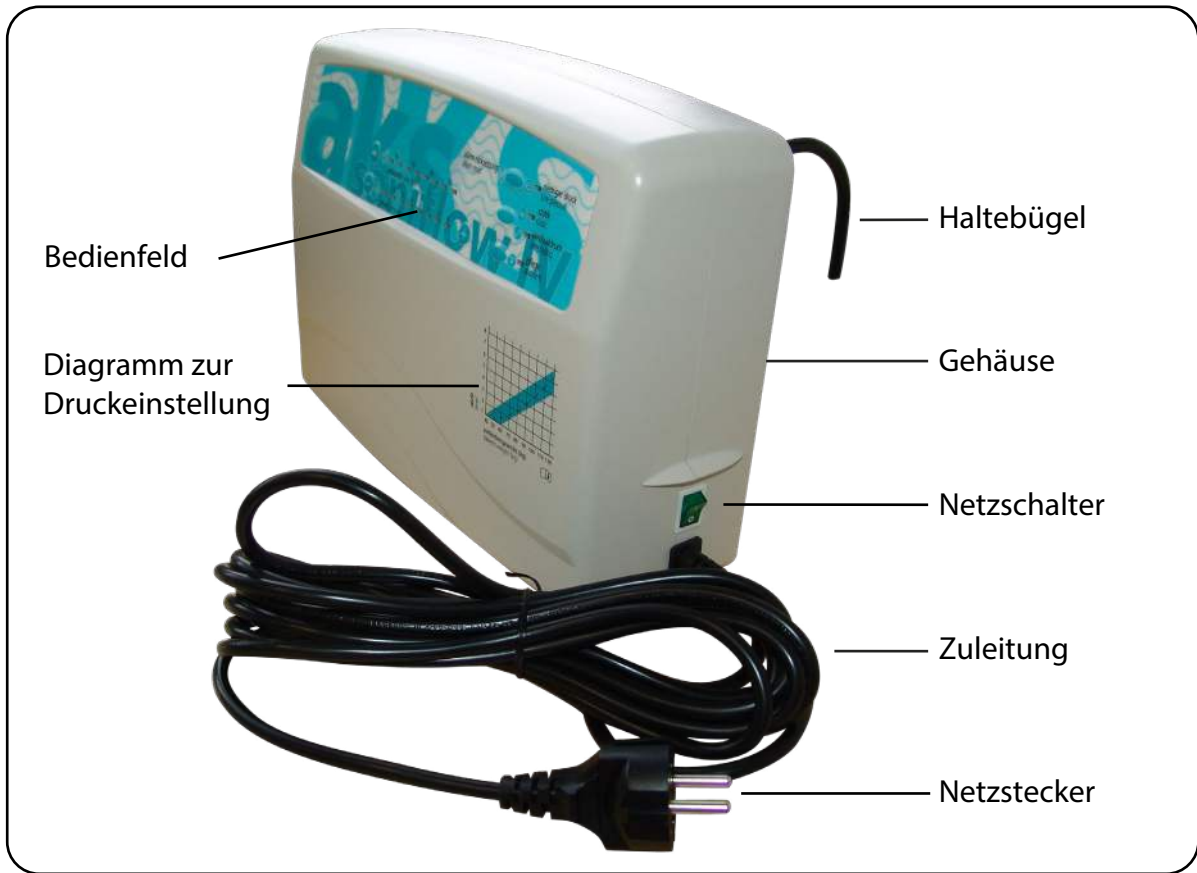
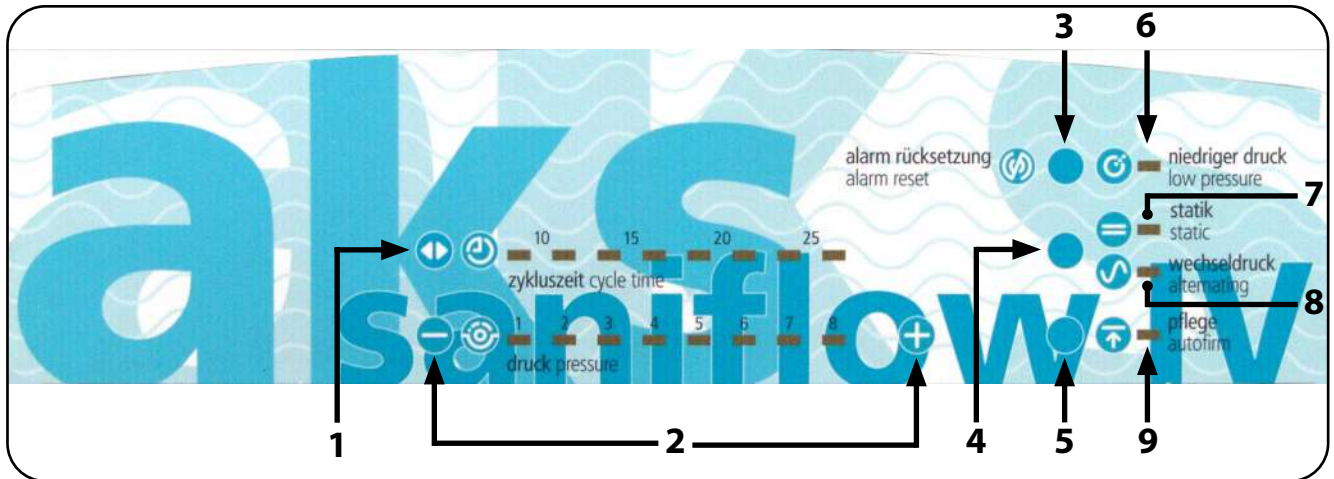
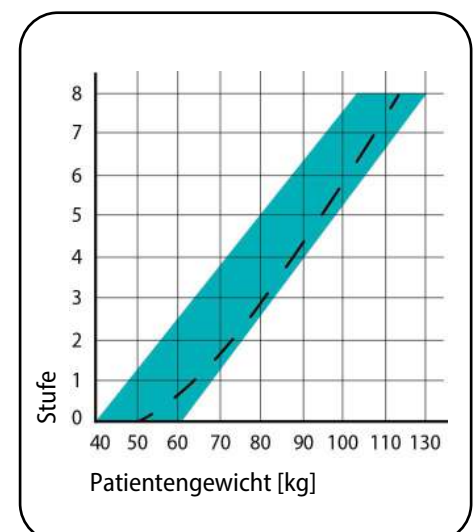

Abb. 5.01 - Aggregat Frontansicht
Abb. 5.1.01 - Bedienfeld saniflow® IV Aggregat
Abb. 8.1.01 - Einstellung Leistungsstufe
Über zwei Druckregeltasten („+“ und „-“) auf dem Bedienfeld des Aggregates (Abb. 5.1.01) wird der Fülldruck im Verhältnis zum Patientengewicht nach einem Diagramm (Abb. 5.01 und Abb. 8.1.01) als Richtwert eingestellt. Die Einstellung ist dabei stufenweise in 8 Stufen möglich. Durch den erforderlichen Handtest und ggf. einer Nachregulierung des Fülldrucks wird eine optimale Anpassung an die Besonderheiten des Patienten ermöglicht (siehe Kapitel Bedienung/Anwendung Abschnitt **Normalbetrieb**).
Durch ein optisches Alarmsignal „niedriger druck“ (Abb. 5.1.01) und einem akustischen Alarmsignal wird ein möglicher Druckverlust bzw. Druckabfall im System signalisiert und somit das Risiko des Durchliegens minimiert. Um eine dauerhafte Lärmbelästigung zu vermeiden kann bei Eintreten eines Druckverlustes das akustische Alarmsignal separat mit der Taste für die Rücksetzung des Alarms (Abb. 5.1.01) ausgestellt werden. Das optische Alarmsignal weist weiterhin auf den Druckverlust hin, bis dieser behoben ist.
Das Produkt kann zusätzlich über die Taste „wechseldruck/statik“ am Aggregat (Abb. 5.1.01) vom Betriebsmodus Wechseldruck in den Betriebsmodus Statik und umgekehrt umgeschaltet werden. Im Betriebsmodus Statik werden beide Luftkammerkreise in der Wechseldruckmatratze mit dem eingestellten Fülldruck gleichzeitig befüllt. Zusätzlich verfügt das Antidekubitus-Wechseldrucksystem über einen Pflegemodus, in dem die Wechseldruckmatratze mit dem maximalen Fülldruck gleichmäßig aufgepumpt wird. Der Pflegemodus hält ca. 30 Minuten an und wechselt danach automatisch in den zuletzt eingestellten Betriebsmodus (Wechseldruck oder Statik) zurück.
11. Das Aggregat verfügt über eine Aufhängevorrichtung (2 Haltebügel) sowie 4 Aufstellfüße an der Unterseite (Abb. 5.01 und Abb. 5.02). Hängen Sie das Aggregat mit den beiden umklappbaren Haltebügeln an das Fußende des Bettes oder stellen Sie es, mit der Unterseite, auf eine ebene Ablagefläche neben das Bett.
14. Überprüfen Sie, dass der Netzschalter (grün) des Aggregates auf „aus“ (0) steht. Der Netzschalter befindet sich auf der rechten Gehäusesseite (Abb. 5.01).
1. Schalten Sie das Aggregat mit dem Netzschalter ein (Abb. 5.01). Die Betriebskontrollleuchte im Netzschalter leuchtet grün auf. Gleichzeitig leuchtet die grüne „wechseldruck“-LED auf (Abb. 5.1.01).
7. Anschließend stellen Sie die Leistungsstufe ein. Die optimale Leistungsstufe hängt von mehreren Faktoren ab. Hierzu gehören in erster Linie das Patientengewicht und die Auflagefläche des Patienten. Für die Einstellung kann Ihnen das Diagramm (Abb. 8.1.01) einen ersten Anhaltspunkt liefern. Dieser Wert dient nur als Richtwert zur groben Druckeinstellung und stellt keine genaue Angabe für das Einsinkverhalten des Körpers dar.
Das Produkt bietet die Möglichkeit die Zykluszeit der Wechseldruckintervalle zu verändern. Die Zykluszeit kann in 4 Stufen von 10, 15, 20 oder 25 Minuten am Aggregat eingestellt werden. Für die Einstellung müssen Sie die Zykluszeittaste (Abb. 5.1.01) ein- oder mehrfach betätigen. Durch die Regeleinheit des Aggregates werden beide Luftkammerkreise der Wechseldruckmatratze intermittierend in dem zuvor gewählten Zyklus be- und entlüftet.
Bei dem Produkt haben Sie die Möglichkeit, den Betriebsmodus von Wechseldruckbetrieb auf einen statischen Betrieb umzustellen. Betätigen Sie dazu die Taste „wechseldruck/statik“ (Abb. 5.1.01). Der Betriebsmodus Statik wird durch das Aufleuchten der „statik“-LED signalisiert. In diesem Betriebsmodus regelt das System den Innendruck in beiden Luftkammerkreisen der Wechseldruckmatratze auf den Wert, der zuvor im Wechseldruckmodus eingestellt wurde.